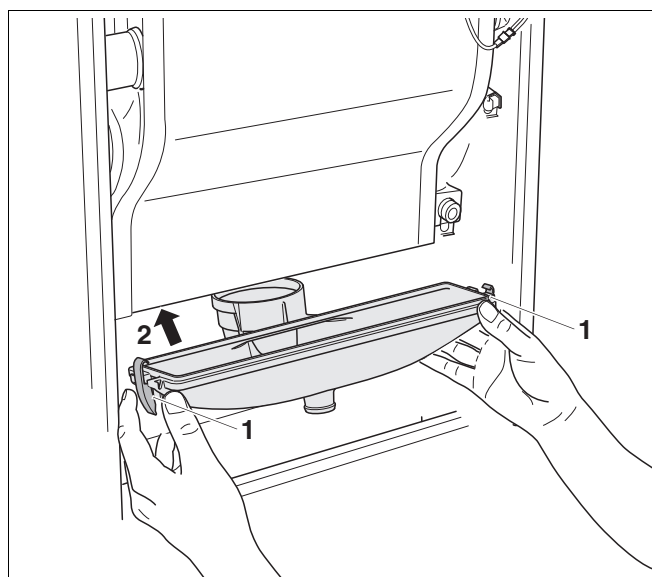

Fig. 88 Condensbak verwijderen
- Trek de condensbak naar beneden (→ fig. 88) en trek hem dan naar voren weg.
- Controleer de afdichting tussen de condensbak en de warmtewisselaar (→ fig. 88, [2], pag. 66) op beschadiging en vervang deze indien noodzakelijk.